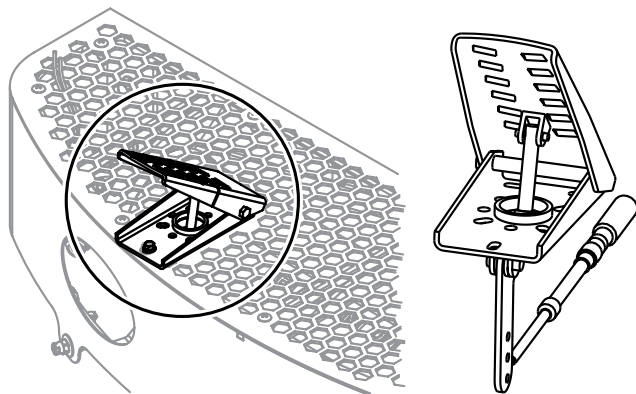

Bild 9. Fotpedal för bladhastighetskontroll
2. Fotpedalen (bild 9) kontrollerar blad- och motorhastighet. Fotpedalens position bestämmer bladhastigheten. Långsam bladhastighet erhålles med ett lätt tryck på pedalen. Maximal bladhastighet erhålles med fullt nedtryckt pedal.